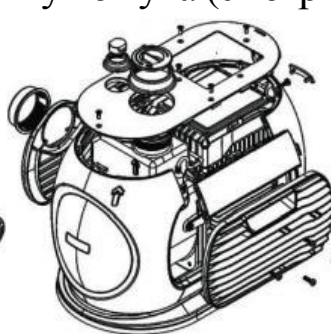

Рисунок 9
3. С помощью отвертки открутите 5 винтов с правой средней части кожуха и аккуратно снимите правую среднюю и правую верхнюю части кожуха (смотрите рисунок 9 ниже).